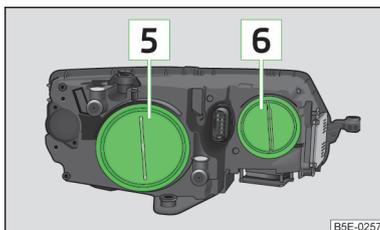

Abb. 221
- › Die Gummiabdeckung **[6]** » Abb. 221 auf Seite 265 abnehmen.